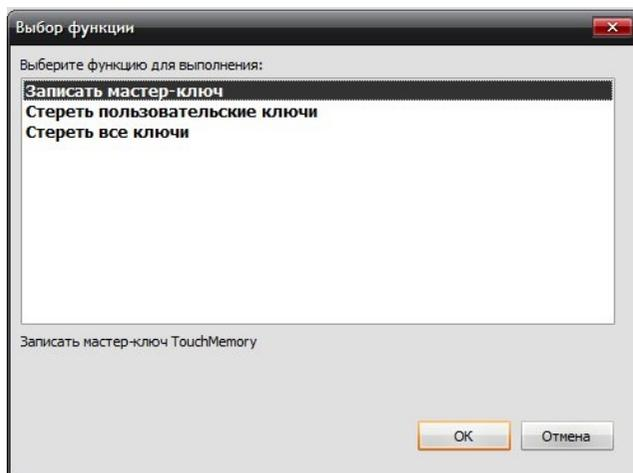

Рисунок 3
3.2.7 При отсутствии прописанных пользовательских ключей iButton необходимо предварительно назначить мастер-ключ. Для прописывания мастер-ключа следует в программе Администратор Fire Sec в меню «Устройство» выбрать пункт «Другие функции...» (см. рисунок 3).